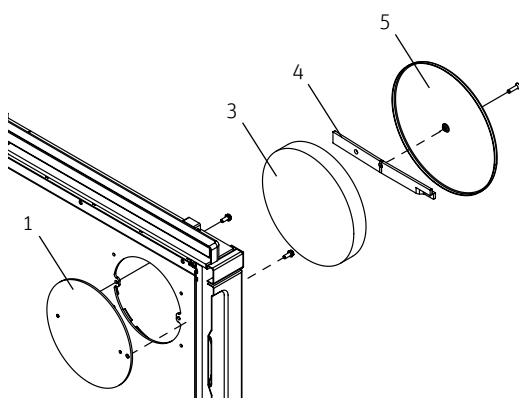

Fig. 25 Montage de l'obturateur – VestoWIN Premium 200/202
- Visser la tôle de recouvrement intérieure [1] avec le cordon d'étanchéité arrière, insérer l'isolation de grande taille fournie [3]. Accrocher l'agrafe de fixation [4] et visser l'obturateur [5] – Fig. 25.